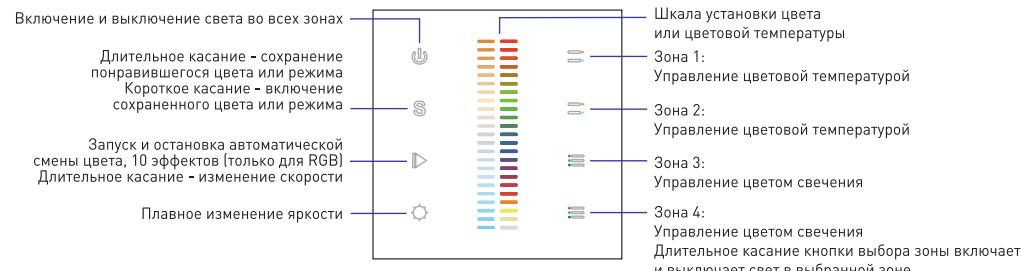

Рис. 4. Назначение сенсорных кнопок.
3.10. Проверьте управление лентой с панели (Рис. 4).